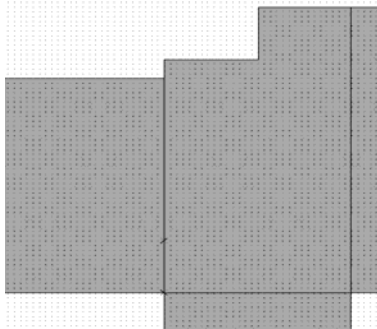

Рис. 4.18
8. Установите курсор на входной проводник, нажмите левую кнопку мышки и переместите этот проводник вниз так, чтобы его нижняя сторона была на одном уровне с нижней стороной Т-разветвителя (рис. 4.18). Аналогично отредактируйте выходной проводник.